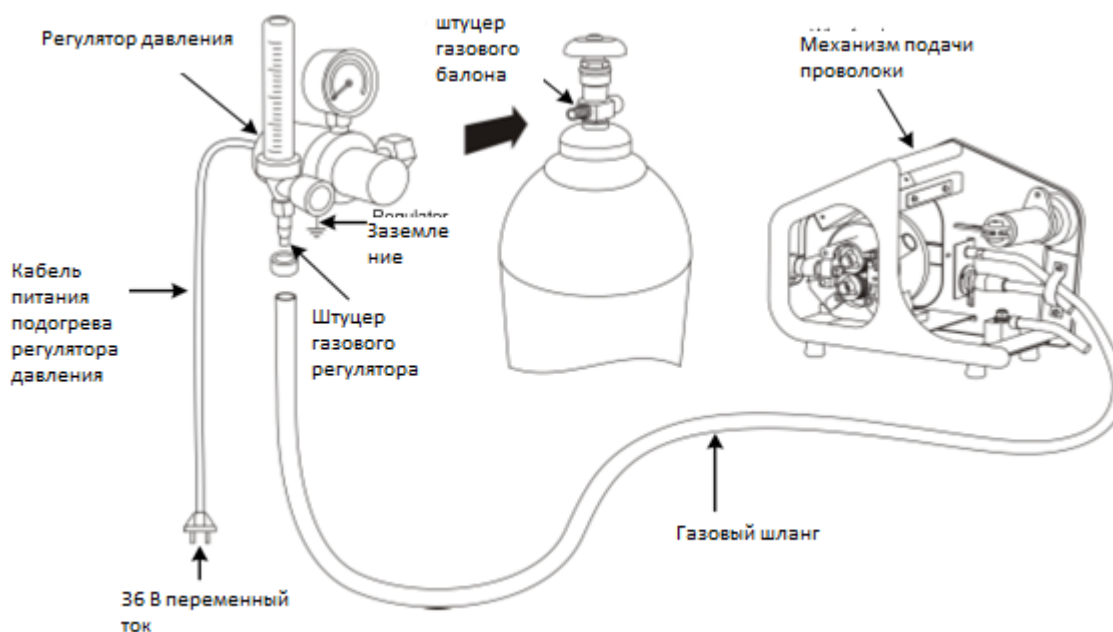

Рис. 2-6 Схема соединения газового шланга
4. Соедините кабель заземления, чтобы осуществить надежное заземление. Рис. 2-6 показывает кабельные соединения.